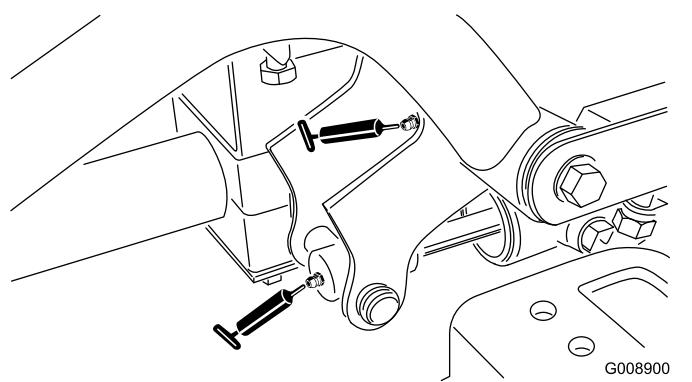

Figura 37
- 2 articulações dos braços de elevação dianteiros direitos e cilindro de elevação (Figura 37)